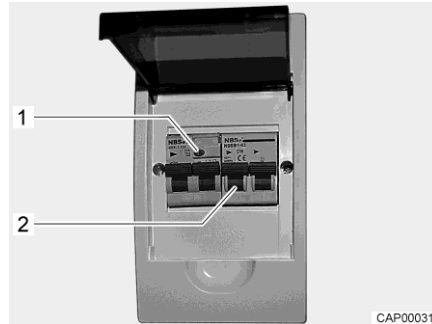

Fig. 77 Coffret de fusibles 230 V avec disjoncteur de protection de circuit et disjoncteur FI
Un disjoncteur différentiel (disjoncteur FI) dans le coffret de fusibles protège tout le véhicule contre le courant différentiel (0,03 A). Le disjoncteur de protection de circuit connecté en aval (10 A) (Fig. 77,2) protège le réseau de bord 230 V.
- Lorsque le véhicule est raccordé à l'alimentation 230 V, appuyer sur la touche de contrôle (Fig. 77,1). Le disjoncteur différentiel doit se déclencher.